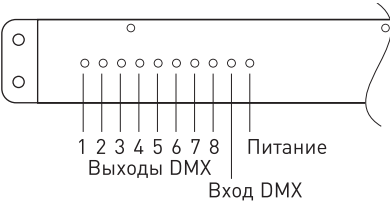

Рис. 5. Назначение светодиодных индикаторов сплиттера
- 3.6. Включите питание и проверьте работу оборудования. Назначение светодиодных индикаторов приведено на рис. 5: